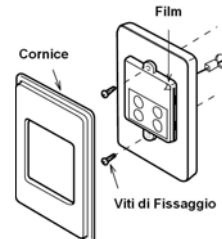

Fig. 4
6. Fissate il comando remoto al muro con le viti in dotazione (Fig.4)